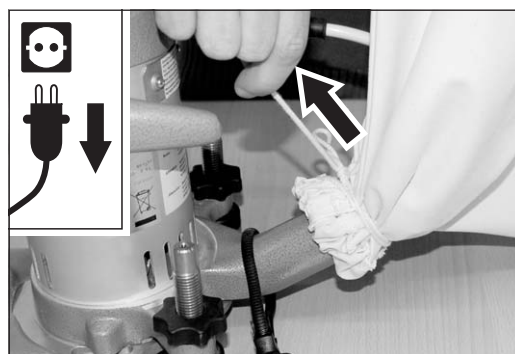

Abb. 32 Die Schleife an der Kordel am Staubsack öffnen.
- 6 Öffnen Sie die Schleife an der Kordel am Staubsack (Abb. 32).